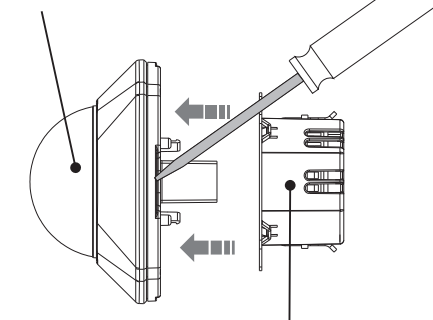

FIG. 1
- Separare con un cacciavite a lama piatta il rilevatore PIR dalla parte di circuito (FIG. 1).